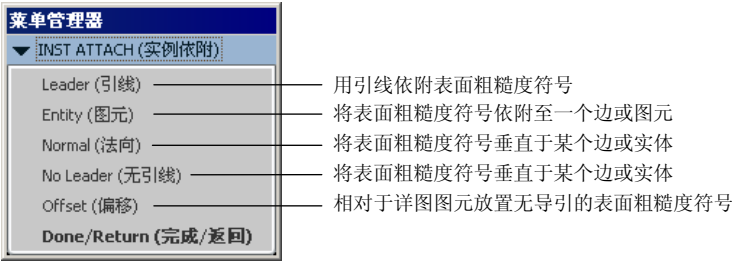

图 10.9.4 “实例依附”菜单
Step3. 选取附着类型。从系统弹出的图 10.9.4 所示的 ▾ INST ATTACH (实例依附) 菜单中，选择 Normal (法向) 命令。